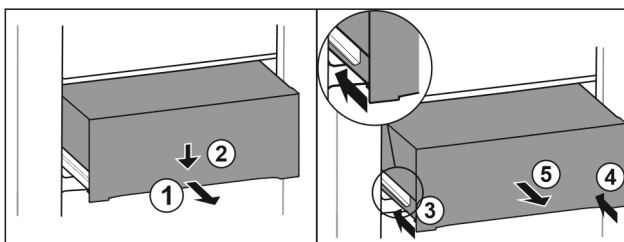

Fig. 70
- ▶ Tirer le tiroir jusqu'à mi-chemin. Fig. 70 (1)
- ▶ Appuyer sur l'avant du tiroir vers le bas. Fig. 70 (2)
- ▶ Insérer le rail gauche d'env. 2 cm. Fig. 70 (3)
- ▶ Insérer le rail droit d'env. 2 cm. Fig. 70 (4)
- ▶ Retirer le tiroir par l'avant. Fig. 70 (5)